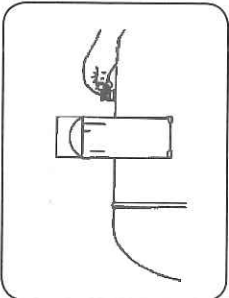

FIGURA 8.1
10. Verifique el funcionamiento de la válvula de seguridad (Figura 8.1) con el producto apagado y el depósito sin presión, para evitar accidentes.
- B. Drene el condensado (agua) del interior del depósito a través del purgador (Figura 8.1).